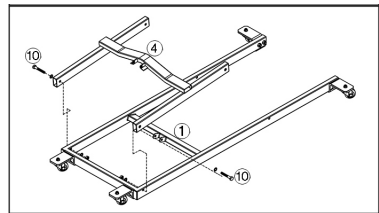

FIGURE 2.
7. Placez la base du cric (No 4) sur le dessus du cadre avec la partie courbée vers le haut. Placez chaque patte sur l'extérieur du cadre. Alignez les trous de boulon de la base avec les trous de boulon du côté du cadre sur l'extrémité fermée (Fig. 2).
8. Faites glisser une rondelle plate M10 (No 10) sur un boulon M10 x 65 (No 10) et insérez le boulon dans la patte de la base du cric et le cadre à partir de l'extérieur. Fixez à l'aide d'une rondelle M10 (No 10) et d'un écrou serré à la main. Répétez de l'autre côté (Fig. 2).